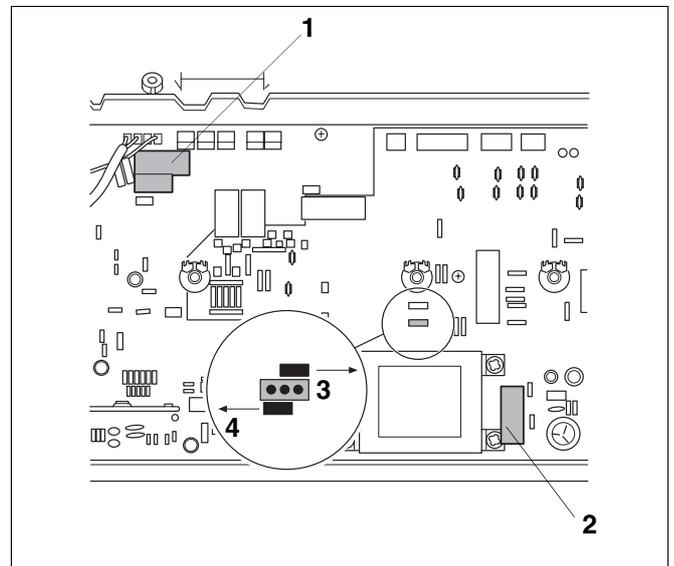

Fig. 25 Cambiamento di gas con apparecchiatura SIT
- Spostare la spinetta Jumper sulla scheda (fig.25,pos.3 e 4):
- Spostare (fig. 25) il jumper in posizione "NG" (gas metano).